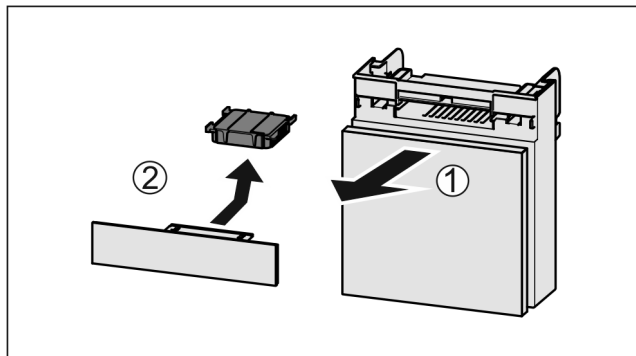

Fig. 56
- ▶ Extraiga Fig. 56 (1) el compartimento hacia adelante.
- ▶ Retire Fig. 56 (2) el filtro de carbón activado.